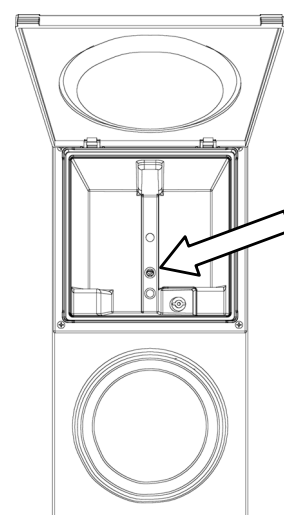

Fig. 5
**Tip;** Brandt het controlelampje niet dan bevindt er zich nog lucht in het systeem, controleer de toevoergaten onderin het reservoir (fig. 5) op eventuele luchtballen, indien aanwezig verwijderen, met b.v. een potlood.